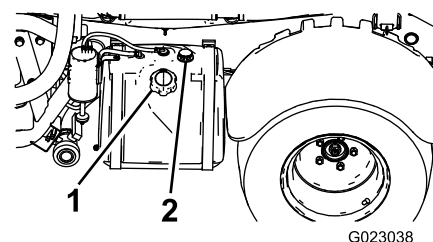

Figura 11
2. Limpe a zona em torno do tampão do depósito de combustível (Figura 11).